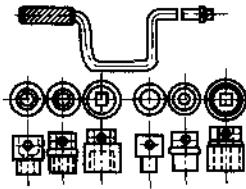

图 1-15 套筒扳手
(3) 套筒扳手 套筒扳手由梅花套筒和弓形手柄构成，成套的套筒扳手由一套尺寸不等的梅花套筒组成，如图 1-15 所示。